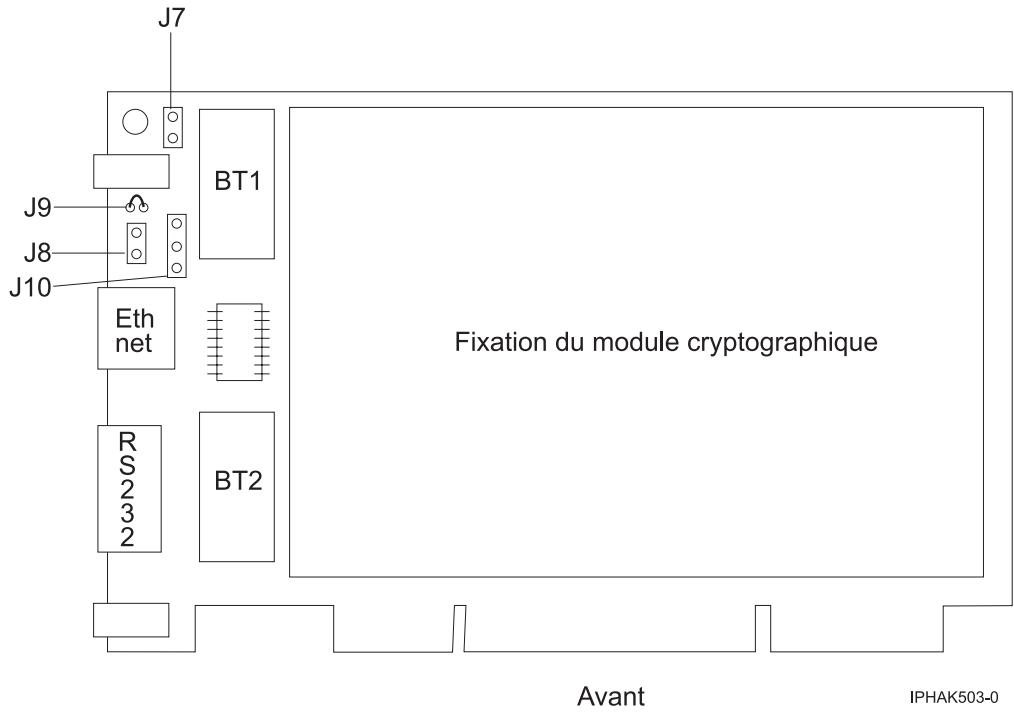

Figure 41. Recto de la carte
6. Insérez l'une des nouvelles batteries dans le bloc de batteries fourni avec le kit. Alignez le + de la batterie avec le + du bloc de batteries (l'extrémité avec le câble rouge). Connectez les câbles du bloc au connecteur J10 situé près du port série RS-232, comme illustré dans la figure 41, à la page 171. Le connecteur est polarisé pour garantir un branchement correct.